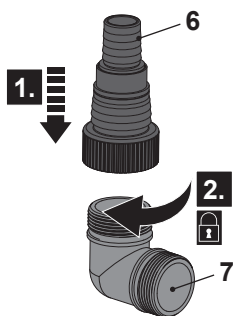

Fig. 1
1. Alinee y enrosque el conector de la manguera (6) en el sentido de las agujas del reloj en el adaptador (7) si no está ya premontado (Fig. 1)